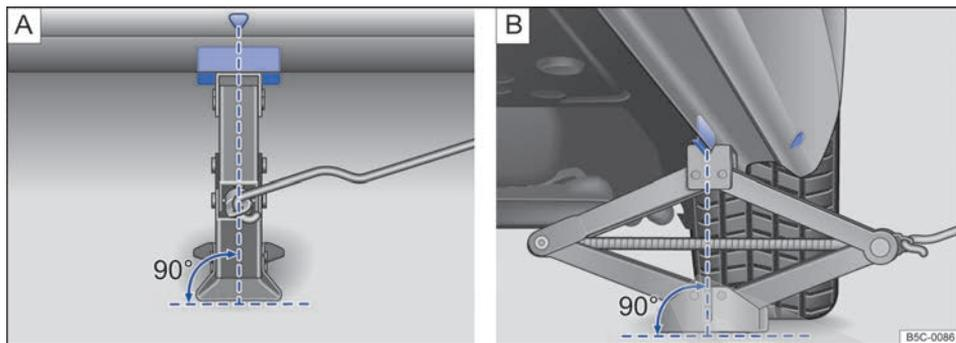

Fig. 219 Gato colocado en el lado izquierdo del vehículo, en la zona trasera.
8. Asegúrese de que toda la base del gato descansa firmemente sobre el suelo y de que se encuentre exactamente debajo del punto de apoyo en vertical → fig. 219.
9. Centre el gato y siga subiéndolo con la manivela hasta que la garra sujete el refuerzo de debajo del vehículo → fig. 219.
- Coloque el gato únicamente en los puntos descritos. La garra del gato deberá sujetar bien el refuerzo del larguero inferior → fig. 219.